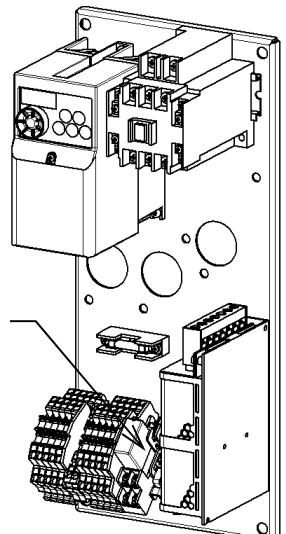

図8-14
3) 排水弁の動作確認(図8-14、15)
- ⑧排水ボックス前板フタを開けると排水ボックス内の排水しきれなかった水が出て来ます。排水ボックスの下にトレーなどを置き作業すること。
- ⑩蝶ナットを緩め、⑧排水ボックス前板フタと⑨排水ボックス前板パッキンを外します。